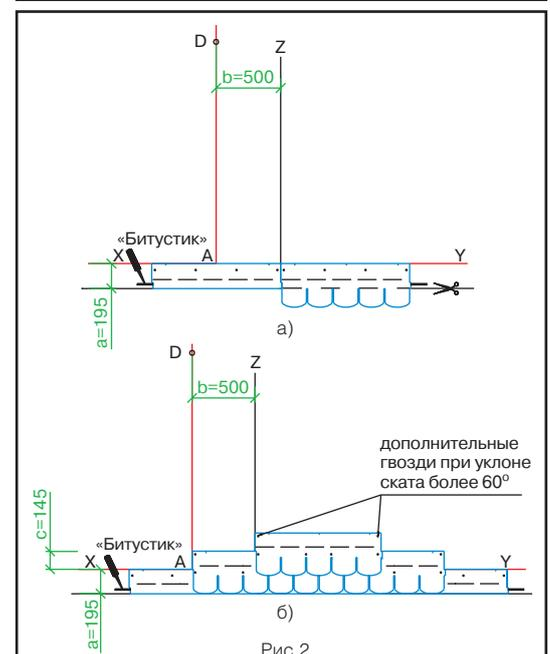

Рис.2
Укладка материала (рис. 2)
- далее первый ряд черепицы укладывается от линии AD (рис. 2б);
- второй ряд укладывается от линии Z (со смещением 50 см от AD) (рис. 2б);
Каждый лист черепицы ТРАДИШНЛ крепится 4 гвоздями (ось гвоздей на линии битумных клеевых полос) таким образом, чтобы гвоздь прошивал и верхний край низлежащего листа черепицы (рис. 2б).